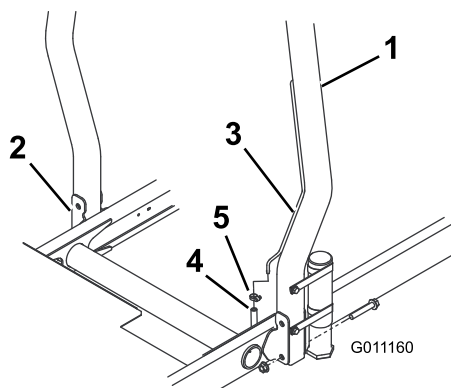

Figura 9
1. Abbassate il roll bar sopra le staffe di montaggio del trattorino, allineandolo ai fori di montaggio. Assicuratevi che il tubo di sfiato si trovi sul lato sinistro della macchina (Figura 9).
2. Fissate ogni lato del roll bar alle staffe di montaggio con due bulloni a testa flangiata e due dadi di bloccaggio (Figura 9). Serrate i fermi a 81 Nm.